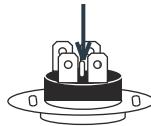

Рис. 10
5. Водонагреватель оснащен ограничителем температуры (рис. 10), который прекратит подачу электроэнергии к ТЭНу, при перегреве воды или ее отсутствии в водонагревателе. Если водонагреватель включен в сеть, но не происходит нагрев воды и не горит подсветка ручки терморегулятора, значит отключился или не был включен ограничитель температуры. Для возврата водонагревателя в рабочее состояние необходимо: